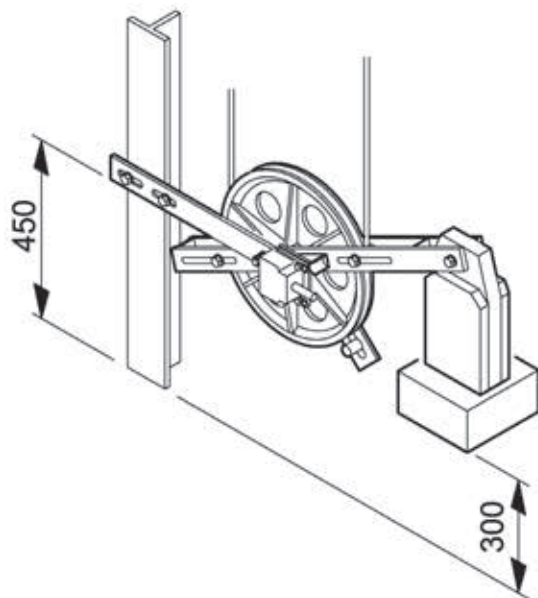

Fig. 3
- Montare la staffa di montaggio a circa 450 mm (valore approssimativo: Fig. 3) sul fondo del pozzo.
- Supportare il contrappeso, fin tanto che viene portato in posizione obliqua (Fig. 3).
Se il montaggio è stato eseguito in maniera corretta, il contrappeso dovrebbe assumere una posizione leggermente angolata verso l'alto (300 mm circa, Fig. 3).